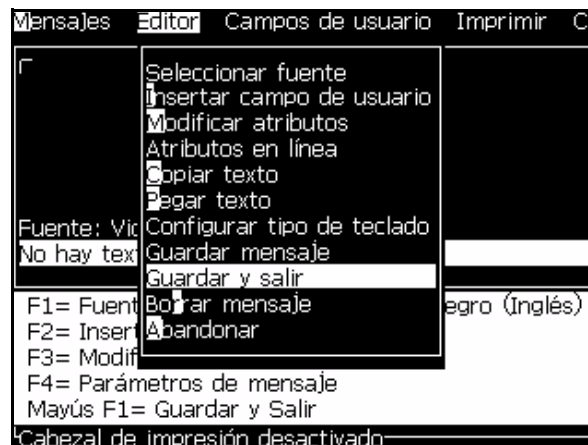

Figura 5-13. Opción *Save and Exit* (*Guardar y salir*)
- Seleccione *Save and Exit (Guardar y salir)* en el menú *Editor (Editor)* (Figura 5-13).